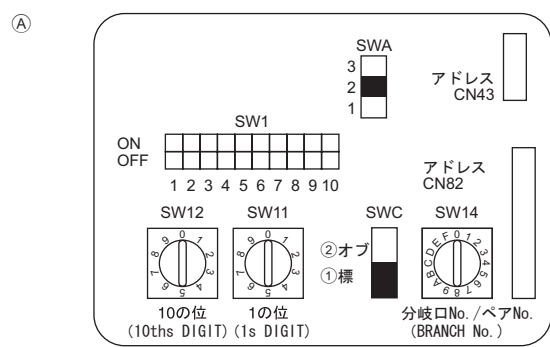

Fig. 6-4
6.5. Configuración de las direcciones (Fig. 6-4)
- ① Cómo ajustar direcciones
- (A) Placa de dirección
6.6. Determinación de la temperatura ambiente con el sensor incorporado en un mando a distancia (Fig. 6-4)